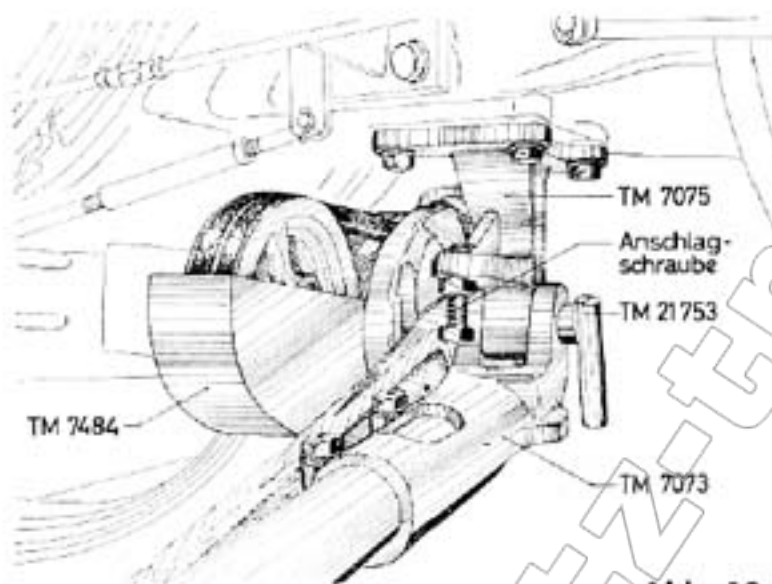
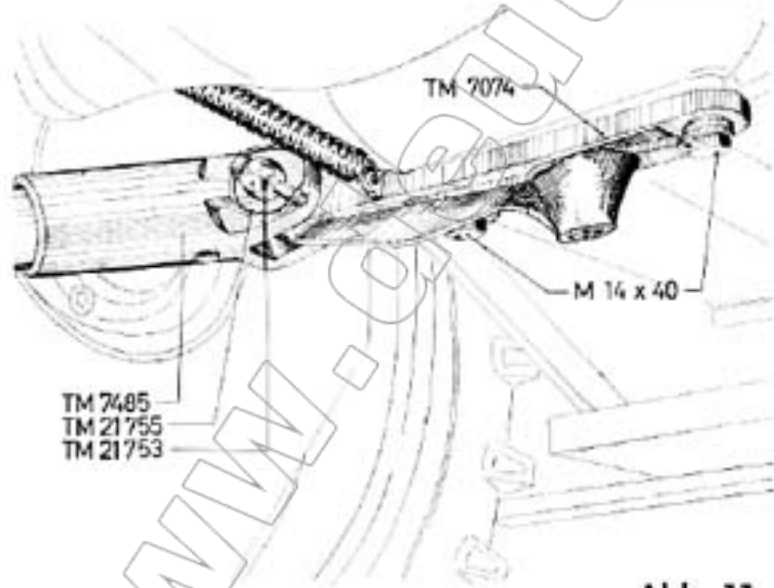

Abb. 10
Abb. 11
7. Die **kpl. montierte vordere Abstützung** wird am Lagerkopf TM 7073 durch den Lagerbolzen TM 21753 mit der vorderen Lagerplatte TM 7075 verbunden und durch den Klappsplint TM 21755 gesichert (Abb. 10).
8. Dann wird das **hintere Tragrohr** am Lagerkopf TM 7485 mit der hinteren Lagerplatte TM 7074 durch den Lagerbolzen TM 21753 verbunden und durch den Klappsplint TM 21755 gesichert (Abb. 11). Hierbei ist es zweckmäßig, die beiden Befestigungsschrauben M 14×40 der hinteren Lagerplatte TM 7074 etwas zu lösen, um die Flucht des Lagerbolzens korrigieren zu können.
Zu diesem Zweck sind zuerst die Sechskantschrauben an dem Lagerkopf TM 7073 des vorderen Tragrohres (Abb. 10) und die Sechskantschrauben am Lagerkopf TM 7485 des hinteren Tragrohres (Abb. 11) zu lösen, so daß eine Längseinstellung der Tragrohre vorgenommen werden kann.